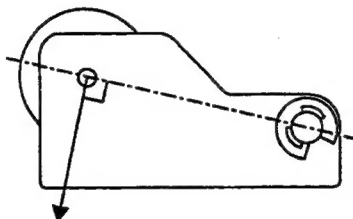

Fig. 2-1
3. Pull the spring scale in direction indicated in Fig. 2-1 until the pinch roller fully loses contact with the capstan shaft; then slowly ease the scale so the pinch roller moves back toward the capstan shaft.
3. ピンチ・ローラがキャプスタン・シャフトから完全に離れるように秤を矢印の方向(図2-1)に引っ張た後、ピンチ・ローラが再びキャプスタン・シャフトに接触するように徐々に戻す。